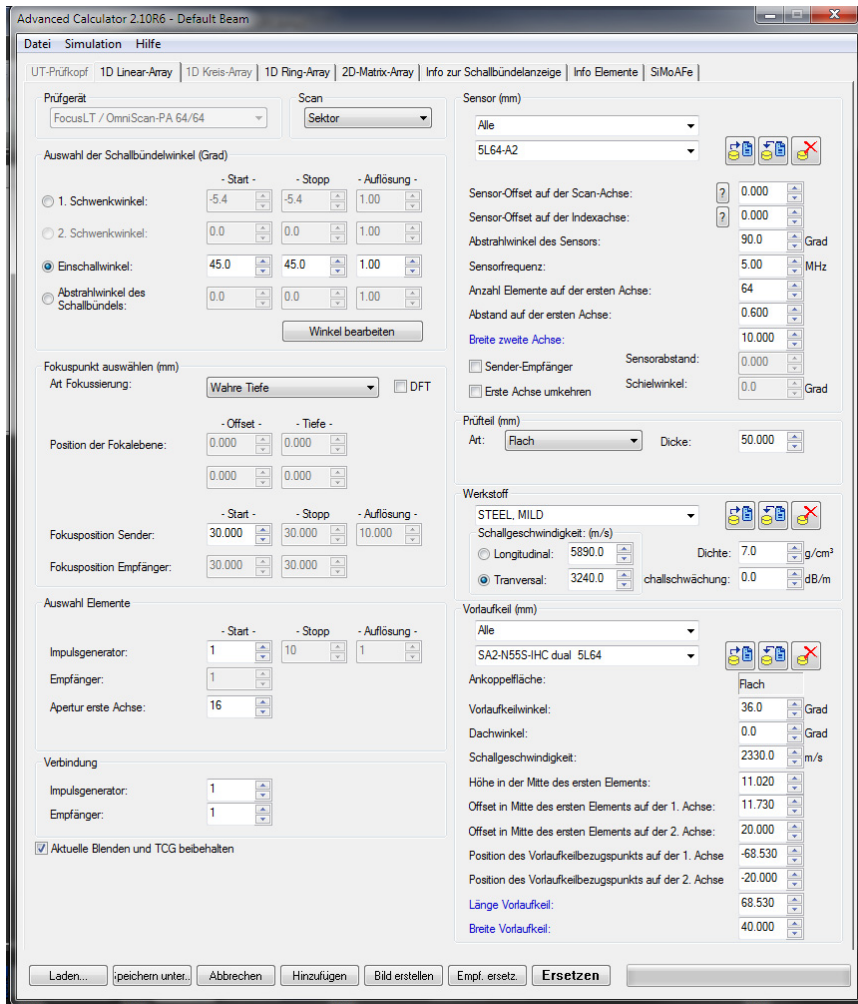

Abbildung 4-6 Dialogfeld Advanced Calculator 2.10R6 - Default Beam
- a) Klicken Sie für eine Phased-Array-Prüfung mit Schrägeinschallung auf das Register **1D Linear-Array** (siehe Abbildung 4-6 auf Seite 245).